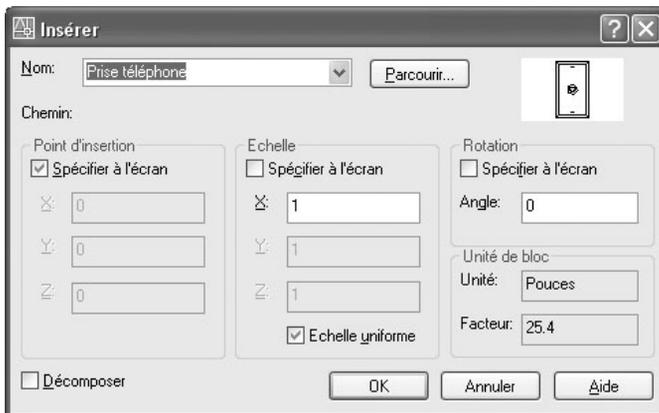

Fig.10.11
- 2 Dans la boîte de dialogue **Insérer** (Insert), entrer les valeurs du point d'insertion, de l'échelle et de l'angle de rotation ou sélectionner **Spécifier à l'écran** (Specify On-screen) (fig.10.11).